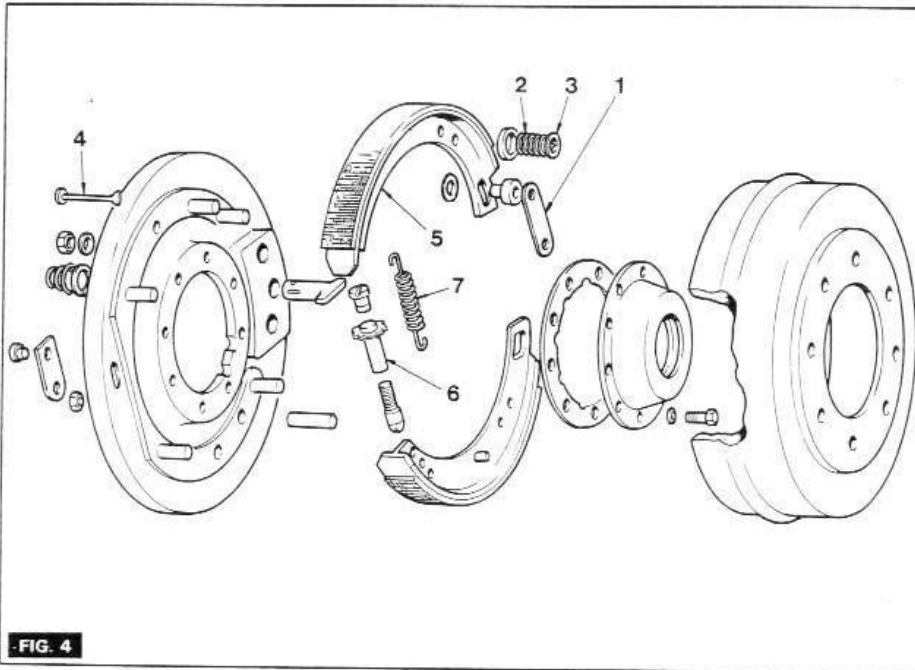

FIG. 4
- 3 - (figure 4) - Retirer également les ressorts (3) et les cuvettes (2).
- 2 - (figure 4) - Déposer les mâchoires comme décrit au chapitre 8B/2.